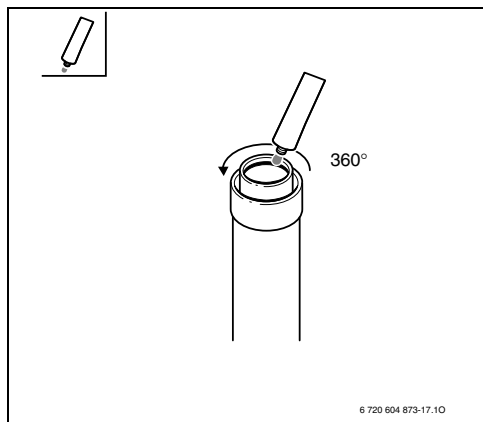

Рис. 35
- ▶ Слегка смажьте сторону дымохода не содержащей растворителя смазкой (например, вазелином) (Рис. 35).